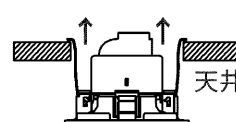

図5 器具取り付け
- ①取付ばね2ヶ所を内側へ押さえつけてください。
- ②本体を埋込穴に挿入してください。(図5)
- ③本体をまっすぐにゆっくりと押し上げ、確実に取り付けてください。